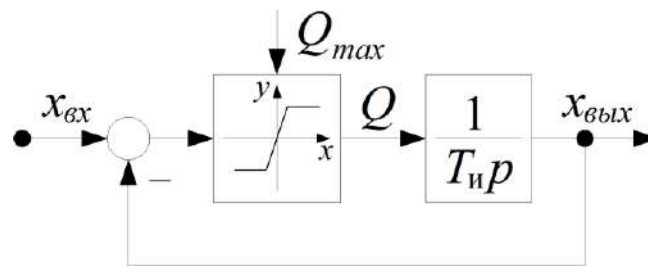

Рис. 5. Структурная схема задатчика интенсивности.
1. Построить по структурной схеме, представленной на рис. 5, математическую модель задатчика интенсивности первого порядка. Параметры объекта и системы управления остаются такими же, как в предыдущих работах.